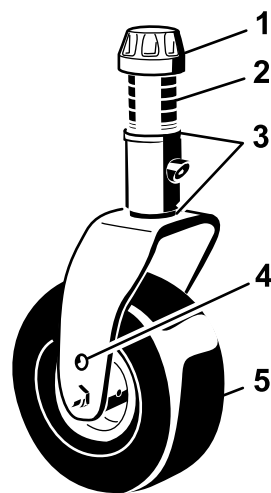

Figura 15
4. Retire a tampa de tensionamento do eixo roscado e desloque o fuso para fora do braço da roda giratória (Figura 15).